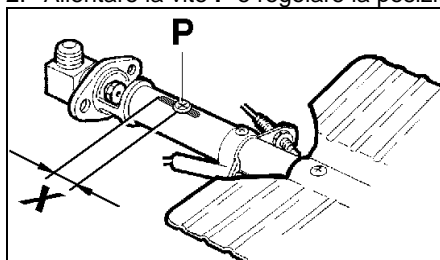

fig.16
2. Allentare la vite **P** e regolare la posizione **X** del cono venturi (Fig.16) secondo le indicazioni della tabella N°2